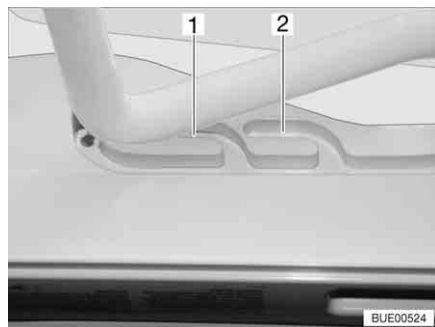
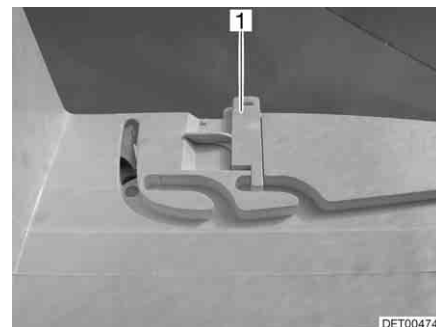

Bild 97 Heki-Dachhaube in Lüftungsstellung
Bild 98 Verriegelung Lüftungsstellung
Die Heki-Dachhaube kann in zwei Lüftungsstellungen gebracht werden: Schlechtwetterstellung (Bild 97,1) und Mittelstellung (Bild 97,2). Je nach Modell kann die Dachhaube in der Mittelstellung mit den beiden Riegeln (Bild 98,1) links und rechts am Rahmen der Dachhaube verriegelt werden.
- Den Bügel leicht nach oben drücken und in die gewählte Führung (Bild 97,1 oder 2) schieben und ggf. verriegeln.